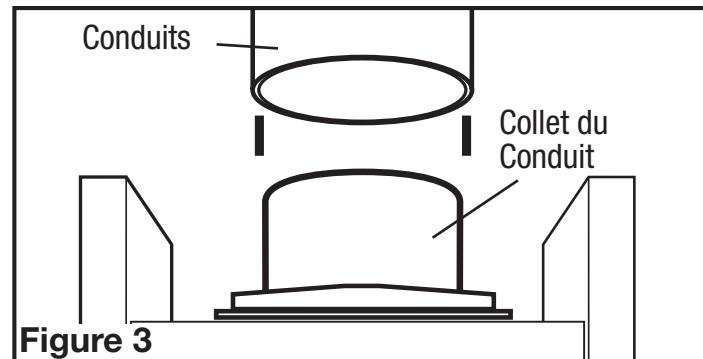

Figure 3
- Raccorder le conduit au collet de conduit du ventilateur (**Figure 3**). Fixer en place à l'aide de ruban ou de serre-joint. Toujours évacuer le ventilateur vers l'extérieur au travers de chapeau mural ou de toit. Il est recommandé que les raccords d'extrémité basse de restriction sont utilisées.